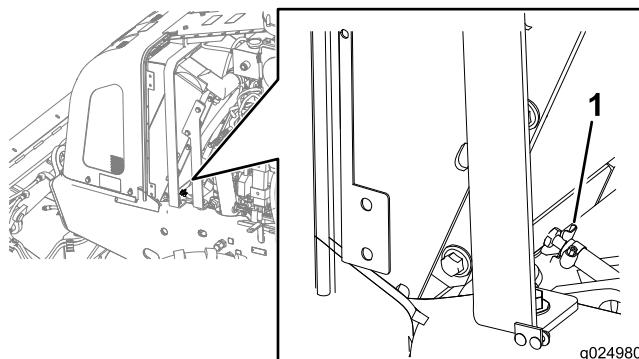

Figura 101
9. Feche a válvula de drenagem (Figura 101).
- A. O líquido de arrefecimento deve ser drenado do radiador e a válvula de drenagem deve estar fechada (Figura 101).
- D. Abra a válvula de drenagem e drene a solução de limpeza para dentro de uma bandeja de drenagem (Figura 99 e Figura 101).
- E. Feche a válvula de drenagem (Figura 101).
- C. Abra a válvula de drenagem (Figura 101) e drene a água para dentro de uma bandeja de drenagem.